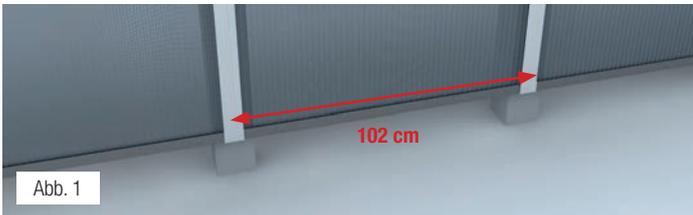

Abb. 1
2. Die Zevener Sprosse **3** wird auf die Längsseiten der vorbereiteten Stegplatten **2** aufgestülpt. Beachten Sie bitte dabei, dass die Platte 5 mm Abstand (**6** Abb. 1) zum Verlegeprofil behält. Achten Sie darauf, dass das Profil seitenverkehrt mit der gegenüberliegenden Seite aufgedrückt wird, damit Sie später die Profile ineinander „klippen“ können. Die Platten müssen unbedingt mit der UV-geschützten Seite nach oben verlegt werden. **(Polycarbonat hat einen einseitigen UV-Schutz)**